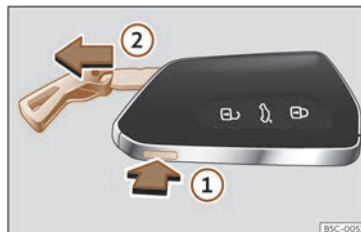

Fig. 77 Clé du véhicule : retirer le panneton.
- Appuyez sur le bouton»» fig. 77 ① pour faire sortir l'anneau comme un porte-clés et
- Appuyez sur le bouton » » fig. 77 ① pour déverrouiller. Maintenez le bouton ① enfoncé tout en tirant sur l'anneau dans le sens de la flèche » » fig. 77 ② pour retirer complètement le panneton.